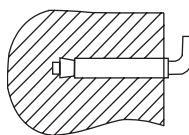

Рис. 7
2. Определите точки для отверстий под распорные болты с крюками [определенятся в соответствии со спецификацией прибора, который вы выбрали]. Просверлите в стене два отверстия соответствующей глубины с использованием сверла, подходящего по размеру под распорные болты, прилагаемые к водонагревателю, вставьте винты, поверните крюк вверх, плотно затяните гайки и затем повесьте электрический водонагреватель на эти крюки [см. Рис.7].